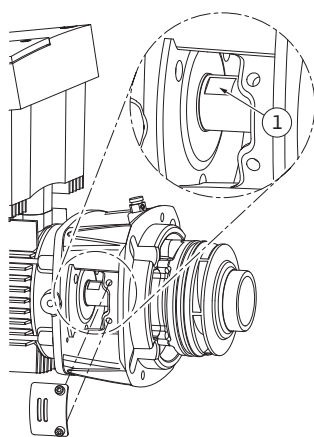

Fig.52: Avainpinnat akselissa
15. Vie kiintoavain, paras avainväli 22 mm, tiivistelaipan ikkunan sisään ja pidä akselia avainpintojen välissä (Fig. 52, kohta 1). Kierrä juoksupyörän mutteri (Fig. 7, kohta 15) ulos. Juoksupyörä (Fig. 7, kohta 16) irtoaa automaattisesti akselistä.
24. Kierrä juoksupyörän asennuksessa kiintoavain, paras avainväli 22 mm, tiivistelaipan ikkunan sisään ja pidä akselia avainpintojen välissä Fig. 52, kohta 1).